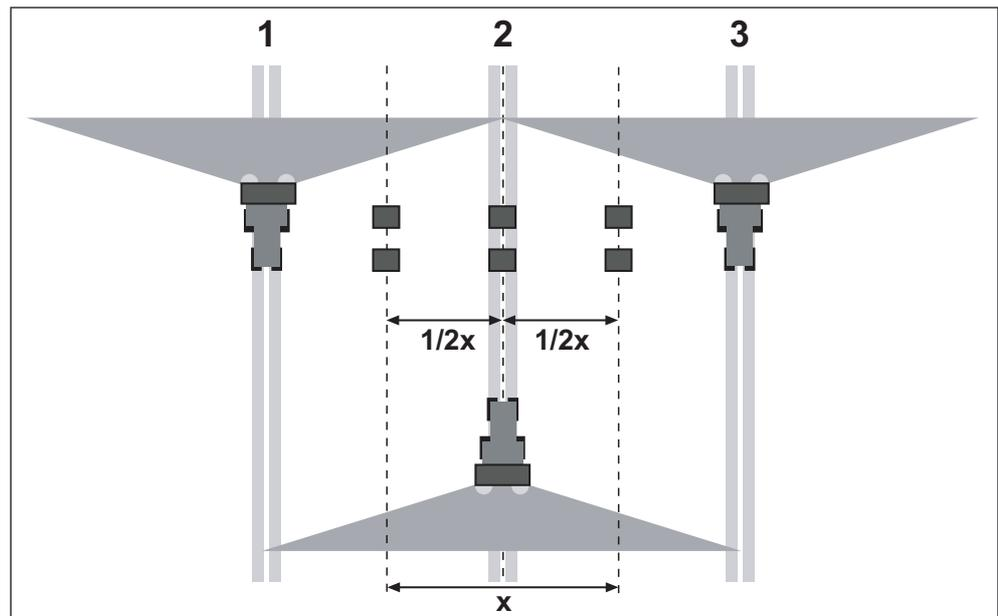

Figura 6.18: disposizione per tre traversate
- Posizionare due vaschette di raccolta alla distanza di **1 m** in ciascuna zona di sovrapposizione e nella traccia centrale (cfr. figura 6.18).